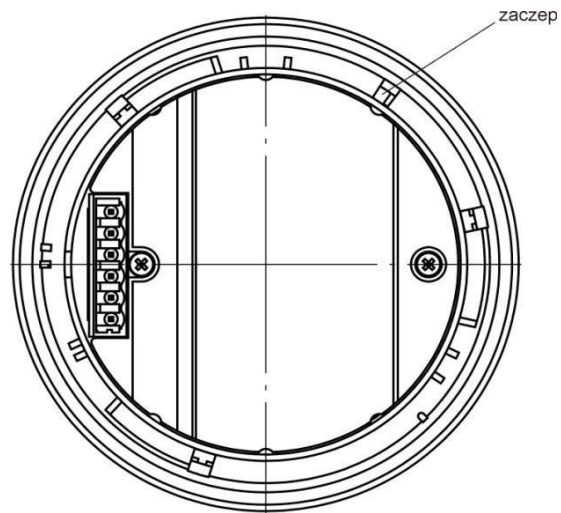

Fig. 7.1 Vedere a detectorului de jos
Metoda de montare și demontare a detectorului este prezentată în Fig. 7.1 și 7.2. Pentru a dezasambla detectorul, trebuie să:
- a) apăsați dispozitivul de prindere (Fig.7.1) și rotiți apărătoarea din coș spre dreapta până când apărătoarea este îndepărtată;